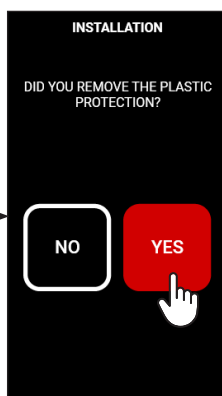

fig.10
- Confermare il messaggio visualizzato a schermo cliccando SÌ (solo dopo aver rimosso la protezione di plastica) (fig.10);